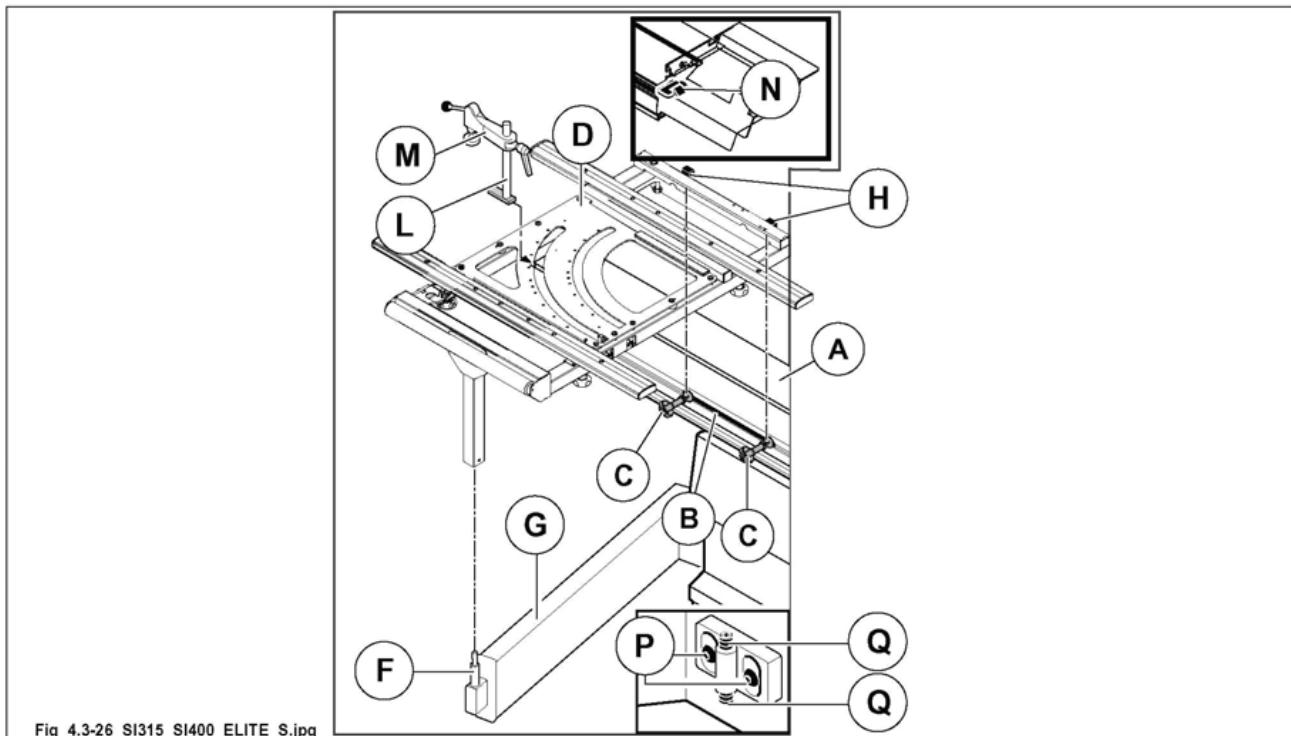

Рис. 4.3-26
- 1) Вставить суппорт (B рис. 4.3-26) в желобок подвижной части каретки (A рис. 4.3-26).
- 2) Опереть раму (D рис. 4.3-26) о суппорт (B рис. 4.3-26) и о шкив (F рис. 4.3-26), вставив два ползуна (H рис. 4.3-26) в паз подвижной каретки.
винт (F рис. 4.3-26) должен точно войти в специальное отверстие под рамой (D рис. 4.3-26).
- 3) Выровнять стол D (рис. 4.3-26). Если необходимо, регулировать с помощью стержня F (рис. 4.3-26).
- 4) Затянуть ручки C (рис. 4.3-26).
- 5) Вставить стойку L (рис. 4.3-26) с прижимом M (рис. 4.3-26) в паз каретки A (рис. 4.3-26) и повернуть ее по часовой стрелке для блокировки.
- 6) Если каретка A (рис. 4.3-26) не используется, заблокировать ее рычагом N (рис. 4.3-26).
- ослабить ручки C (рис. 4.3.26);
- открутить винты P (рис. 4.3.26) и отрегулировать положение по высоте с помощью винтов Q (рис. 4.3.26).